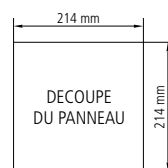

FIG.4a
- Faire un trou dans le panneau aux dimensions données. (Fig.4a ou Fig.4b)